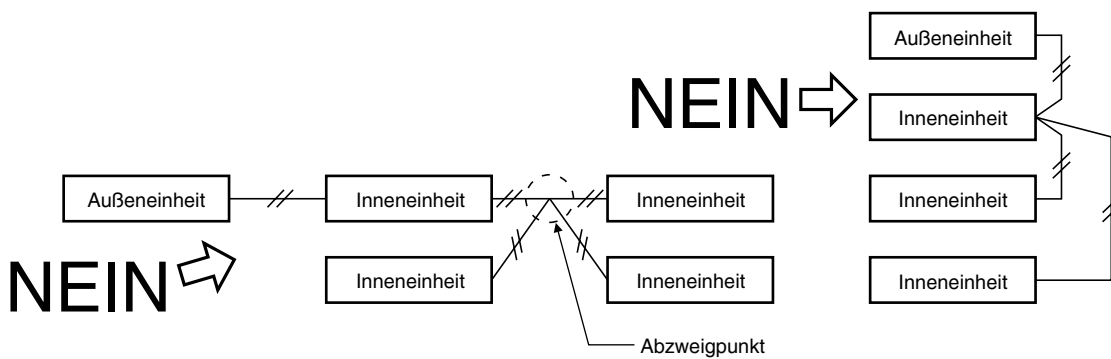

Abb. 5-2
- (3) Einheiten-Steuerverbindungskabel dürfen nicht so angeschlossen werden, dass eine sternförmige Abzweigung gebildet wird. Sternförmige Abzweigungen verursachen eine inkorrekte Adresseneingabe. (Abb. 5-2)